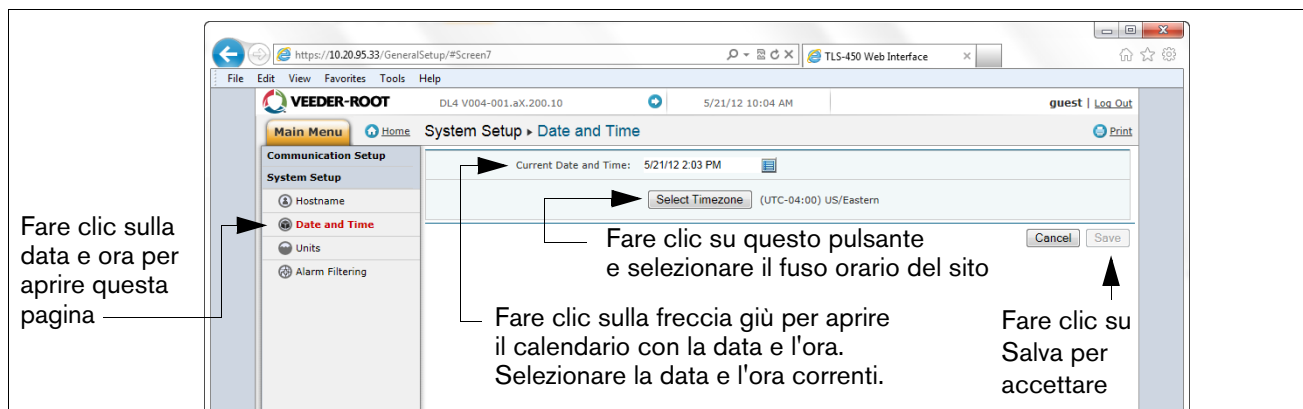

Figura A-11. Immissione della data e dell'ora
13. Dal menu Setup sistema, selezionare il collegamento Data e ora per accedere alla schermata di data/ora corrente (vedere l'esempio nella Figura A-11).